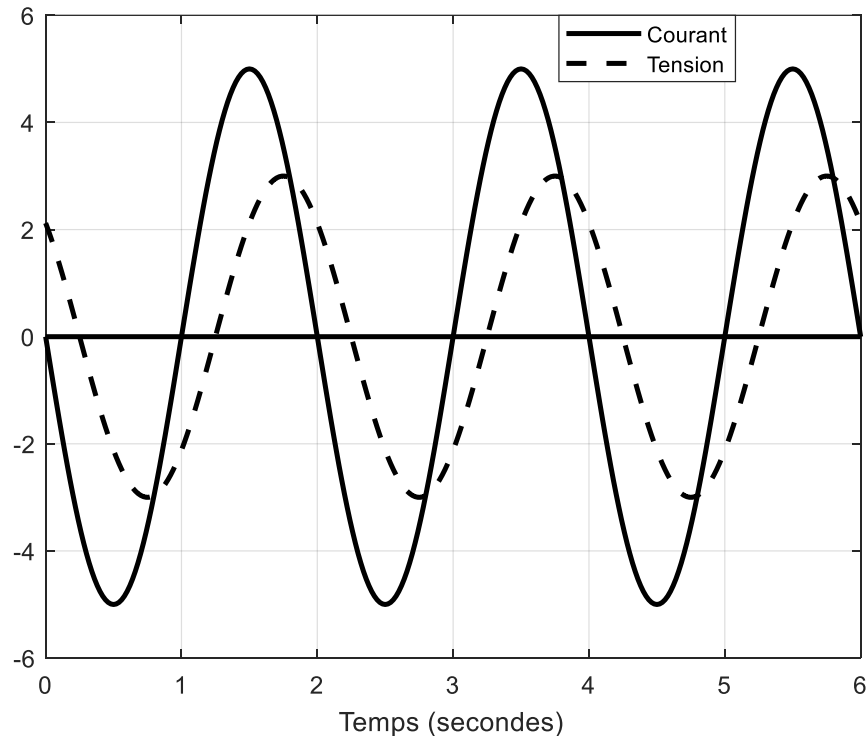

Figure 3. Forme d'onde pour la question 1 de l'exercice 3
- On alimente un dipôle quelconque par une tension $v(t)$ et il est parcouru par un courant $i(t)$. La figure ci-dessous (**Figure 3**) montre l'oscillogramme des signaux de tension et de courant dans le dipôle de nature inconnue.